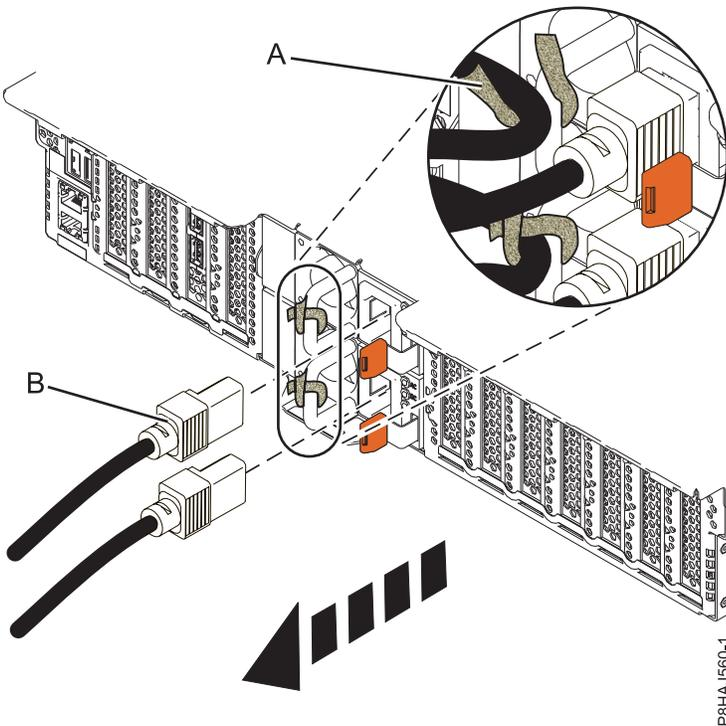

Abbildung 21. Netzkabel bei einem System vom Typ 5148-21L, 5148-22L, 8247-21L, 8247-22L, 8284-21A oder 8284-22A abziehen
3. Ziehen Sie die Netzkabel (**B**) von der Systemeinheit ab. Siehe Abbildung Abb. 20 auf Seite 40, Abb. 21 auf Seite 40 oder Abb. 22 auf Seite 41 (abhängig von Ihrem Systemtyp).